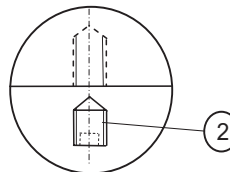

Abb. 1
2. Gewindestift (e) M4 herausdrehen. (Abb.1) /
Unscrew the threaded pin (s) M4 (Abb.1) /
Dévisser la tige (s) taraudée (s) M4 (Abb.1).